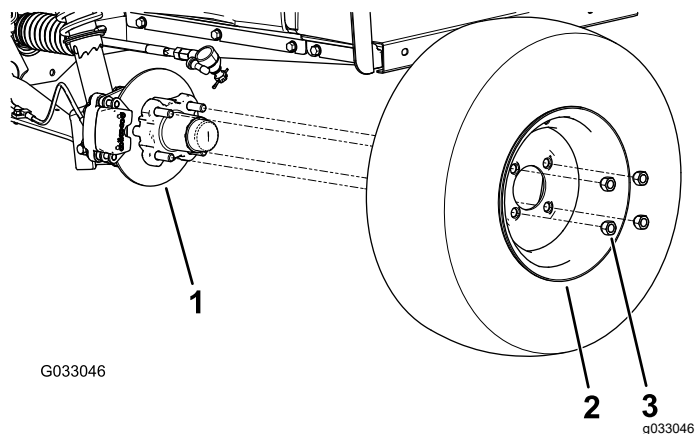

図 32
2. ホイールをハブに固定しているラグナット4個を外す 図 32。
4. ホイールをハブに取りつける。空気バルブを外側に向けて取り付けること 図 32。
5. ラグナットを使用して、ハブにホイールを取り付ける 図 32。